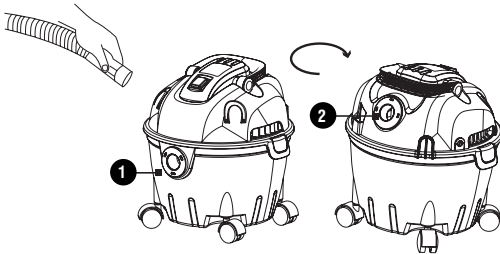

Fig. 4 – Conectando a mangueira no aspirador
- Encaixe o conector da mangueira no bocal da conexão conforme mostra a Fig. 4;